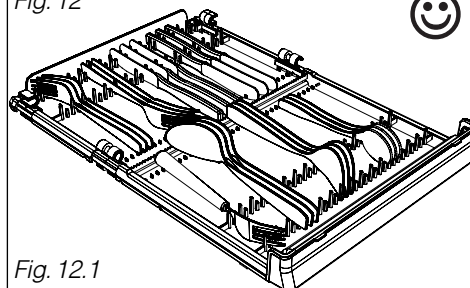
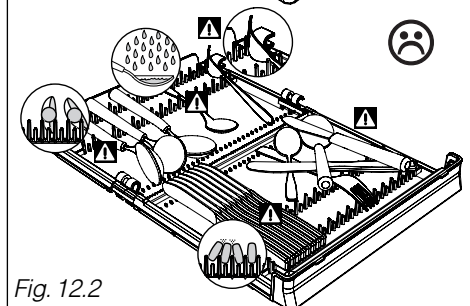

Fig. 12.1
Fig. 12.2
*Pour un lavage et un séchage optimum, privilégiez une orientation des couverts telle que représentée fig.12.1. Prenez garde à éviter des positionnements tels que représentés fig. 12.2 (couverts trop rapprochés, manches ronds non tenus, couverts débordants du tiroir ...). Les couverts encombrants sont à placer dans le panier supérieur.*